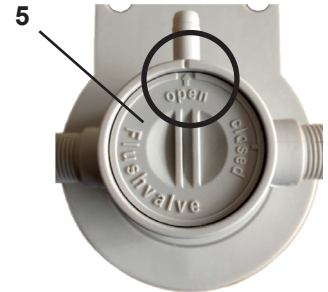

Fig. 5
- ⇒ Ouvrir la vanne de rinçage (5, Fig. 5).